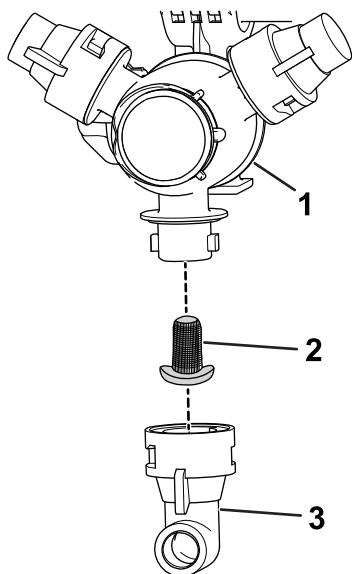

Figure 97
2. Déposez la buse de la tourelle de pulvérisation (Figure 97).
3. Déposez le filtre de buse (Figure 97).
5. Montez le filtre de buse (Figure 97).
6. Montez la buse sur la tourelle de pulvérisation (Figure 97).